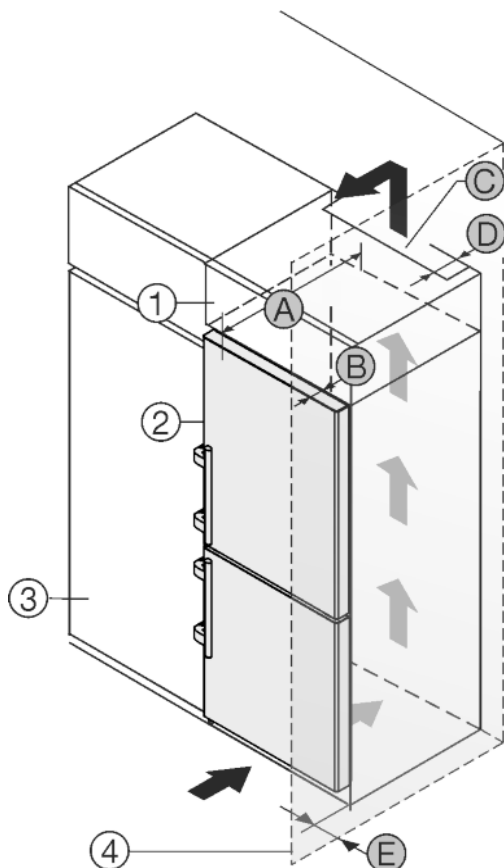

Fig. 26
Spotřebič lze zabudovat do kuchyňských skříní. K vyrovnání spotřebiče Fig. 26 (2) na výšku kuchyňské linky lze na přístroj nasadit nástavec Fig. 26 (1).
Spotřebič lze instalovat přímo vedle kuchyňské skřínky Fig. 26 (3). Aby bylo možné dvířka plně otevřít, musí spotřebič přesahovat o hloubku Fig. 26 (B) vůči přední linii kuchyňské skřínky. V závislosti na hloubce kuchyňských linek a použití vymezovačů odstupů od stěny může spotřebič vyčnívat dále.
- Na zadní straně skřínky nástavce musí být větrací šachta hluboká alespoň hloubku Fig. 26 (D) mm přes celou šířku nástavce skřínky.
- Pod stropem místnosti musí být dodržen ventilační průřez Fig. 26 (C).
Pokud je spotřebič se závěsy instalován vedle stěny Fig. 26 (4), musí být dodržena vzdálenost Fig. 26 (E) mezi spotřebičem a stěnou. To odpovídá přesahu madla při otevřených dveřích.